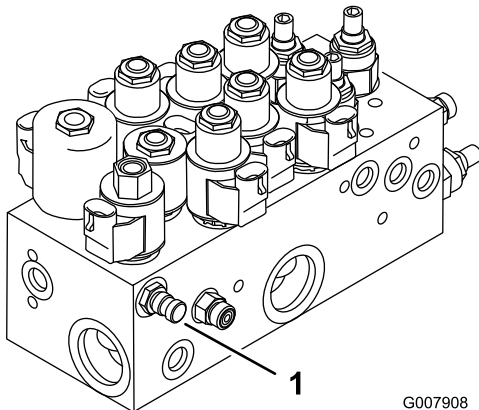
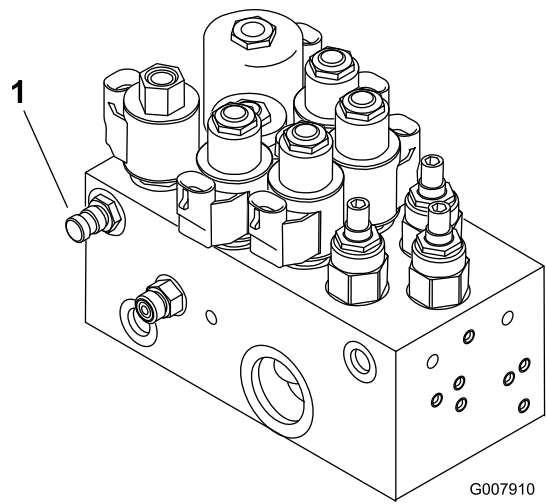

Figura 79
Figura 80
1. El punto de prueba A (Figura 79 y Figura 80) se utiliza para localizar problemas en el circuito hidráulico de los cilindros de elevación.